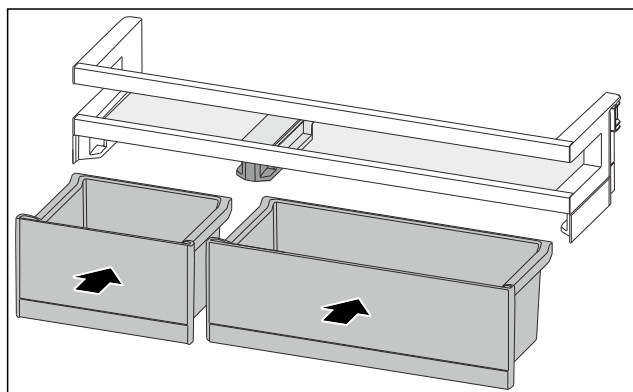

Fig. 197
- Inserire i VarioBox in posizione scambiata. (vedere Fig. 197)